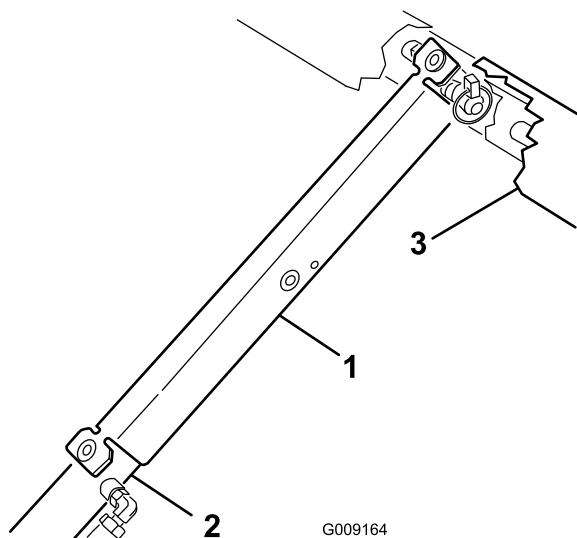

Figura 43
8. Introduza o apoio da plataforma na haste do cilindro, assegurando que as linguetas encostam à extremidade do cilindro e à extremidade da haste do cilindro (Figura 43).